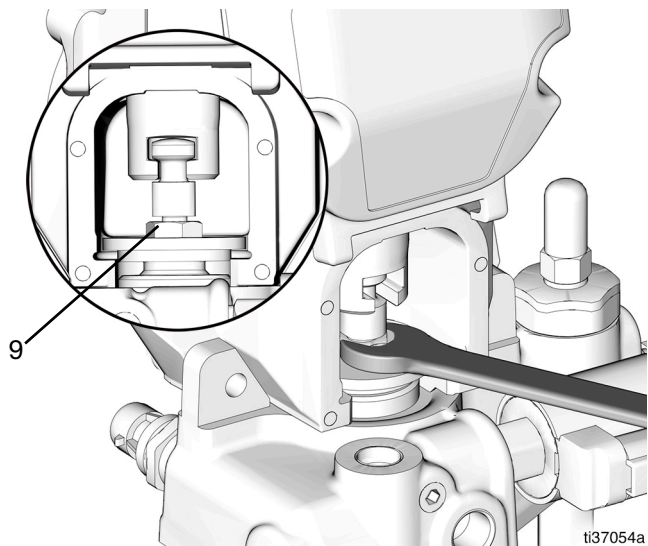

図 33
11. 保護カバー (8) を取り外してください。
12. 5/8 インチのオープンレンチで保持ナット (9) を緩めてください (図 33)。